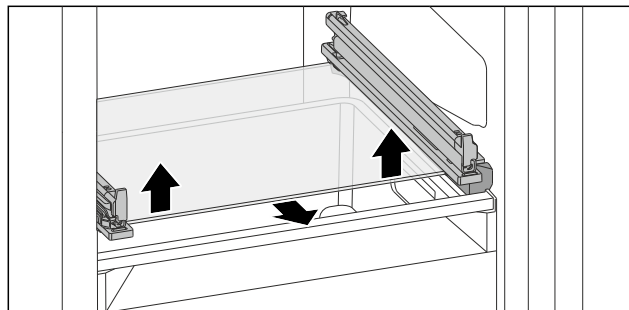

Fig. 133 Ripiano in vetro del cassetto ribaltabile
- Premere il ripiano in vetro dal basso verso l'alto su entrambi i lati. (vedere Fig. 133)